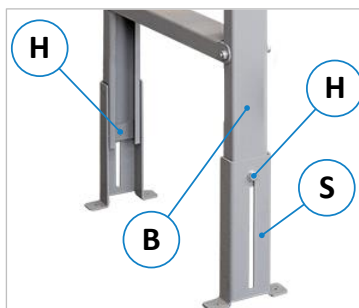

Abbildung 17: Tischbeine montieren
- Montieren Sie nun die beiden Rollentische an die vordere und hintere Maschinenseite (Vorgehensweise siehe Abschnitt \Rightarrow 8.7.2) und stellen Sie die Höhe an den Tischfüßen über die vier Schrauben (**H**) bündig zur Maschinentischplatte ein (siehe \Rightarrow Abbildung 17).